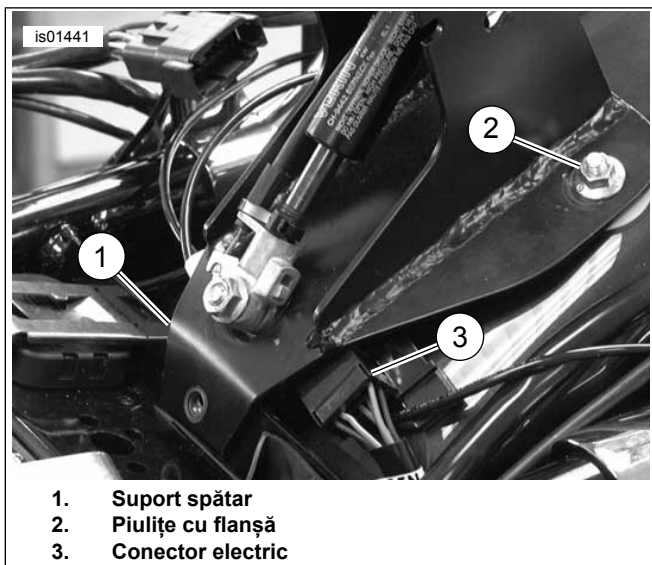

Figura 6. Atașați suportul spătarului cu piulițe cu flanșă și șurub
3. Consultați Figura 6. Glisați conectorul electric (3) în lateral, astfel încât suportul să nu interfereze cu acesta.